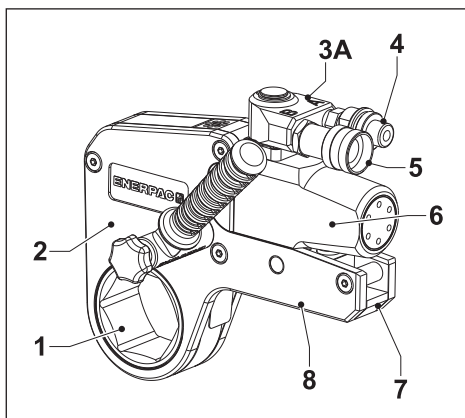

Fig. 1
3.1 Vista general y funciones (Fig. 1 o 2)